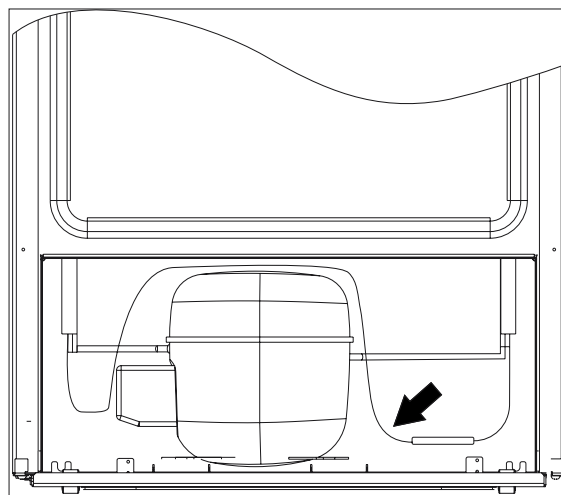

Fig.4
- Deteriorarea țevii capilare de către utilizator îi anulează acestuia dreptul la garanție (fig.4).